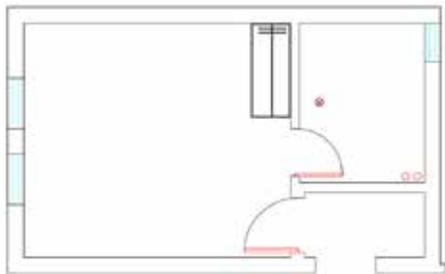

图 2-11
STEP 11 执行“矩形”命令,绘制衣架,执行“复制”命令,复制衣架,如图 2-11 所示。